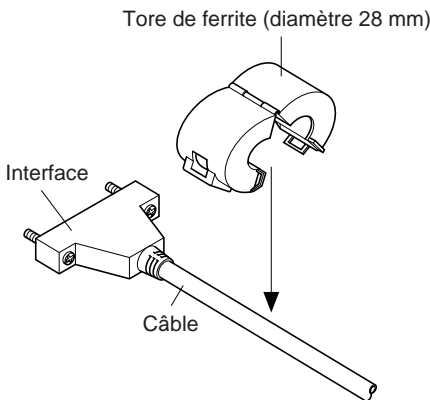

Fig. 3-2
- Le tore de ferrite est généralement livré ouvert comme indiqué à la Fig. 3-2. Si un tore de ferrite n'est pas ouvert, utiliser un objet pointu pour forcer le verrouillage en plastique du tore de ferrite (Fig. 3-1). Lorsque c'est le cas, prendre soin de ne pas endommager le tore de ferrite ni le verrouillage en plastique.
- Serrer le tore de ferrite au câble d'interface de la manière indiquée à la Fig. 3-2. Prendre les précautions d'usage pour éviter d'endommager le câble d'interface lors de l'installation du tore de ferrite. Il faut bien immobiliser le tore de ferrite au moyen de l'attache fournie, comme indiqué à la Fig. 3-3 et à la Fig. 3-4.
- Brider le noyau en ferrite au câble de commande du tiroir-caisse après avoir fait une boucle avec le câble, comme illustré à la figure 3-2.